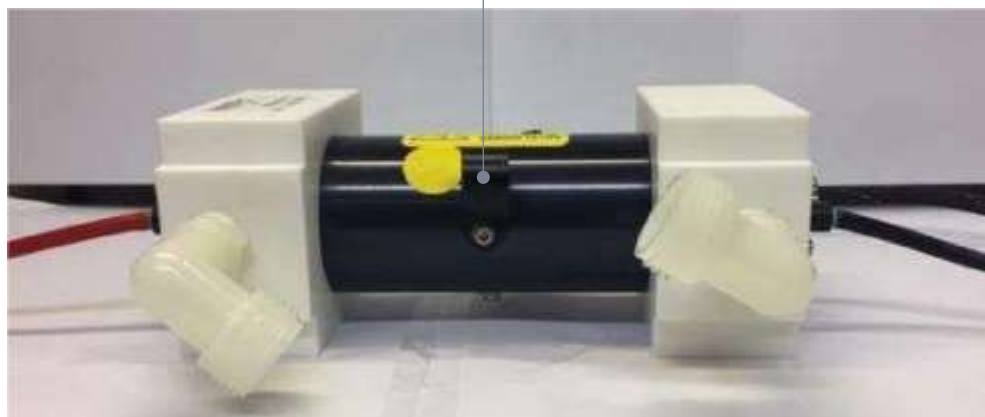

図 6
- 12 清潔な作業台または机の上にポンプチャンバーを置き、ケーブルクランプからフラッシュランプ ワイヤーを取り外します。そしてそれぞれをまっすぐに伸ばします。(図 6)